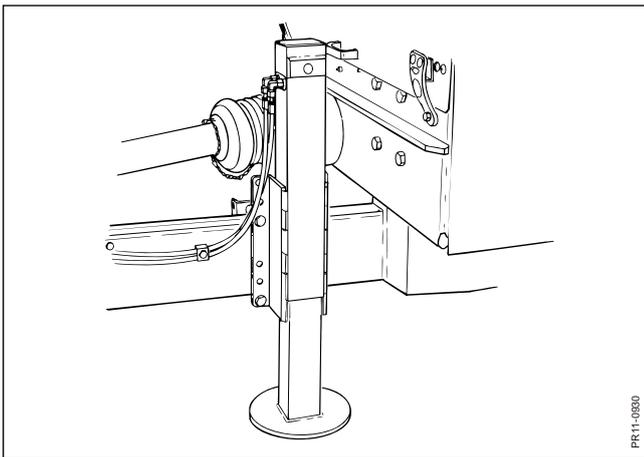

Fig. 4.11
- Fig. 4.11** En accessoire, une béquille hydraulique peut être fournie (pour le numéro de commande : voir liste des pièces). Cette béquille nécessite un distributeur hydraulique à double effet, en plus d'une à simple effet, pour les autres fonctions hydrauliques.